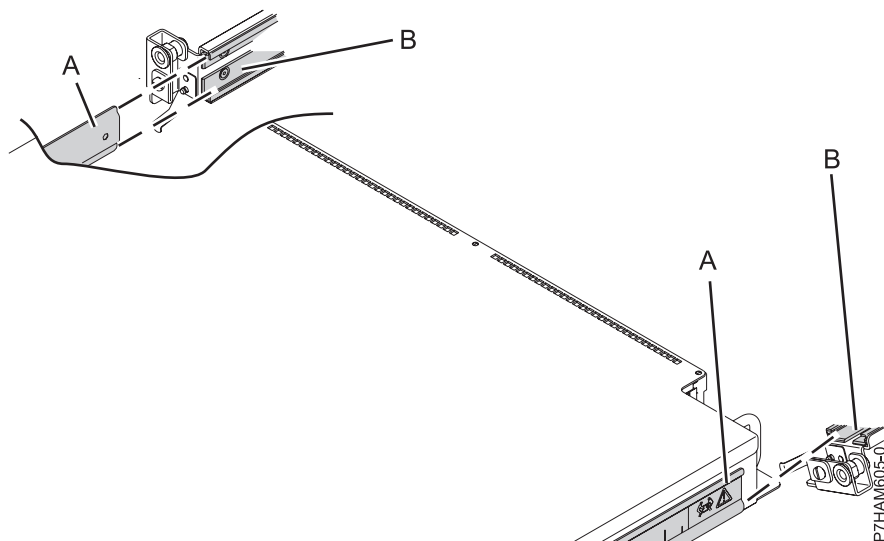

Figure 13. Représentation de la fixation du boîtier aux glissières
- a. Avant de tenter de monter le boîtier de stockage PCIe sur les glissières, observez sur la figure 13 la manière dont le rail de guidage (A) sur le côté du boîtier entre et coulisse dans l'âme de la glissière (B), dont la forme est parfaitement adaptée.
**Remarque :** Sur la figure 13, la glissière droite (B) est représentée sous un angle qui permet de visualiser son âme creuse. En réalité, la glissière est fixée le long de l'armoire.